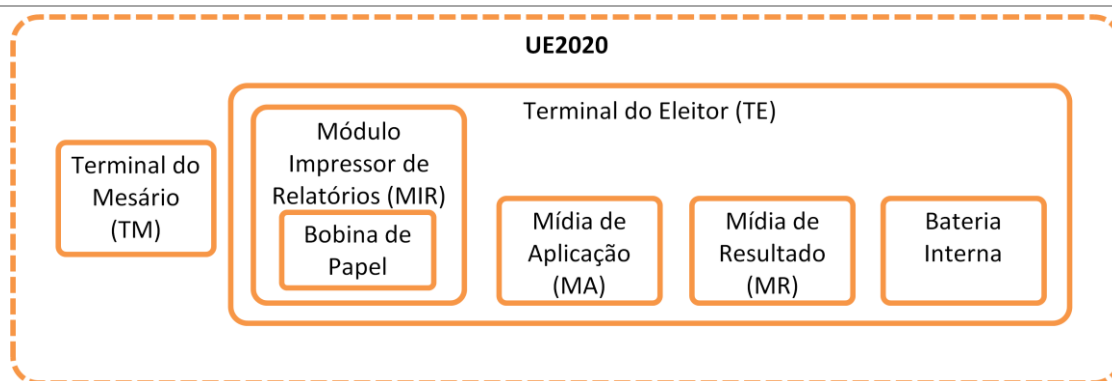

Figura 2 - Principais componentes da UE2020
5.1. O diagrama dos elementos principais que compõe o produto UE2020 está ilustrado na Figura 2;